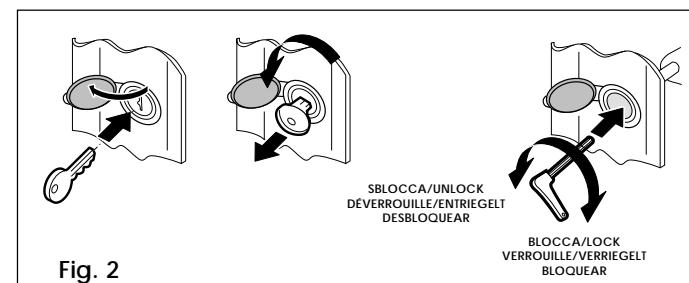

Fig. 2
- De l'extérieur (Fig. 2)
Abmessungen Getriebemotor LxHxT (mm)	vgl. Abb. 2